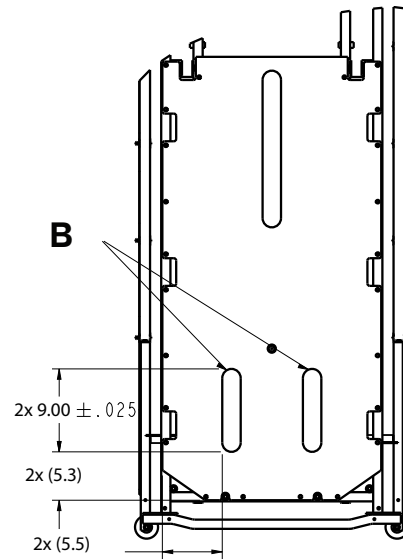

Figura 2 – Aplicați prinderea Velcro® la capătul pentru picioare
9. Repetați pașii 1-8 pentru a repune prinderea **Velcro®** (B) de la capătul pentru picioare (Figura 2).